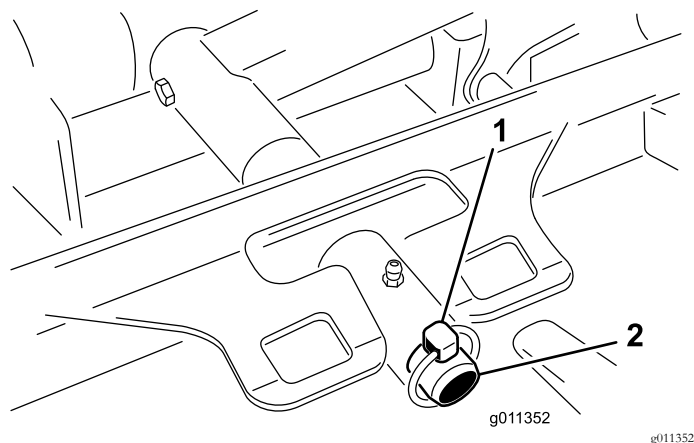

図 70
2. デッキのキャリアフレームを昇降アームのピボットピンに固定しているリンチピンモデル 30874 ではリテーナナットを外す 図 70。
2. デッキのキャリアフレームを昇降アームのピボットピンにセットする 図 70。リンチピンモデル 30874 ではリテーナナットをピンに取り付ける。